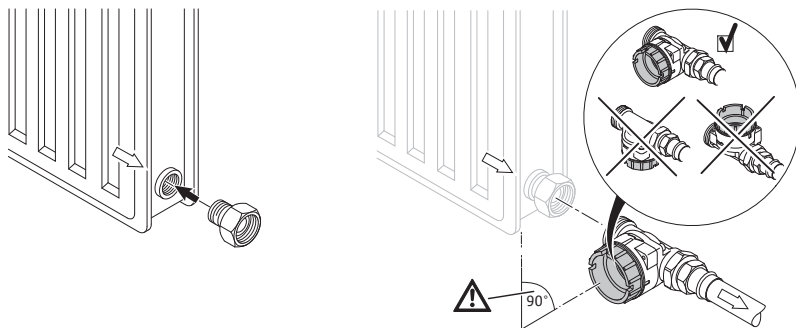

Fig. 12: Installation des Heatfixx Pumpenadapters Durchgang
- Den Einbau des Pumpenadapters aufgrund der Vermeidung von Lufteinschlüssen im Rücklauf vornehmen (Fig. 12). Die Montageschritte des Pumpenadapters im Detail sind der jeweils mitgeltenden Montageanleitung des Adapters zu entnehmen (s. Kapitel 1.2 "Mitgeltende Unterlagen", S. 3).